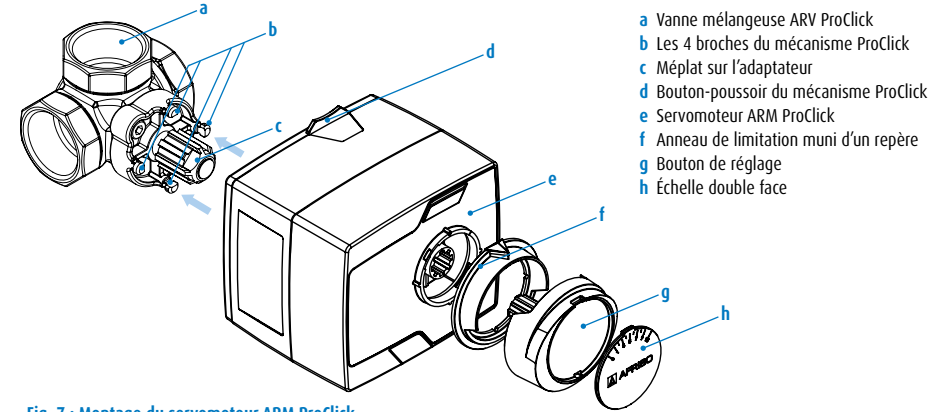

Fig. 7 : Montage du servomoteur ARM ProClick
3. Posez le servomoteur sur la vanne mélangeuse de telle façon que les quatre broches du mécanisme ProClick s'insèrent dans les encoches prévues à cet effet à l'arrière du moteur et que le mécanisme se verrouille de lui-même (fig. 7). Aucun outil n'est nécessaire à cet effet.